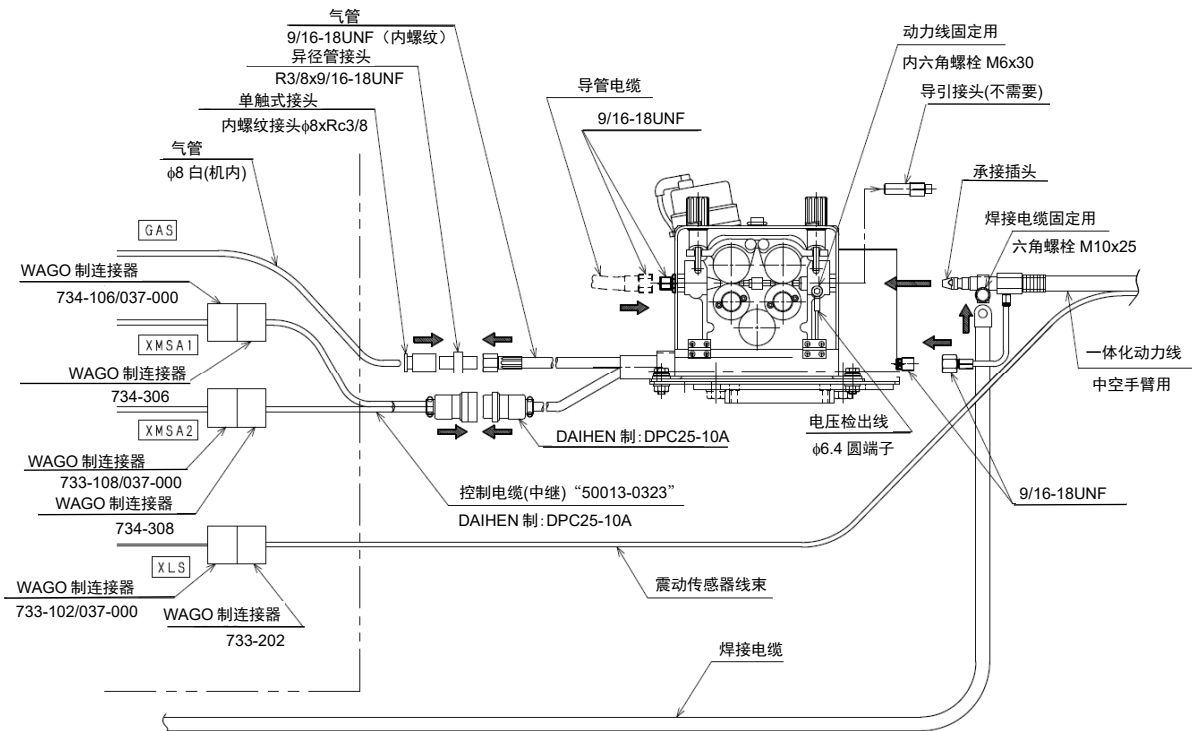

图 1.9 控制电缆及气管的连接(BA006N/L)
2. 参考图1.9, 用选配件箱内附属的电缆连接连接器(XMSA1和XMSA2)和控制电缆(中继)(选配件)。另外, 取出选配件箱内的气管, 安装异径管接头(选配件)和单触式接头(选配件), 并与送丝机的气管连接。